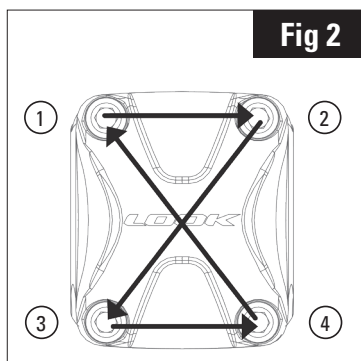

Fig 2
3. Monteer het balhoofd voorzichtig en in de juiste volgorde op de stuurbuis; centreerstuk balhoofdsupport (8), support balhoofd (7), balhoofdstel (3). Niet aandraaien.
4. Monteer de stuurstang op het balhoofd. Zorg ervoor dat de schroefdraden goed gesmeerd zijn. Draai de vier stuurklembouten (1), met behulp van een inbusleutel 4, geleidelijk en kruislings (Fig. 2) aan tot het aanbevolen aanhaalmoment van 6Nm.
5. Monteer en draai de klembouten (5) met de aandraaimoeren (4) en met behulp van een inbusleutel 5 aan tot het aanbevolen aanhaalmoment van 2Nm, zodat de stuurinrichting wordt gecompriëerd.
6. Draai de blokkeerschroef van het balhoofd (6) met behulp van een inbusleutel 4 aan tot het aanbevolen aanhaalmoment van 6Nm.